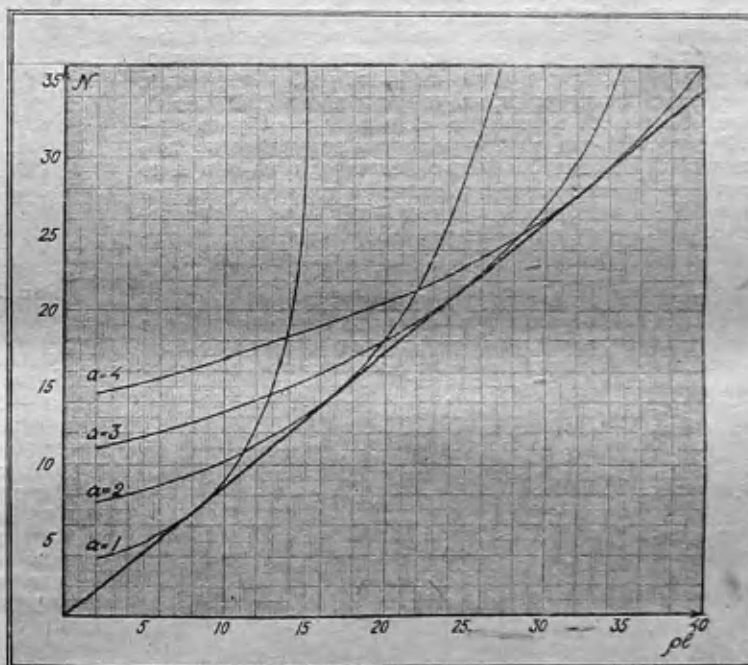

Рис. 1. График для расчета наимыгоднейшего числа элементов в батарее.
Для упрощения расчета, и, главное, для наглядности суждения о необходимом числе элементов, мы приводим график (рис. 1), где дается число элементов батареи N в зависимости от величины pI_1 , характеризующей, как сказано, элементы и приемник, при чем проведены кривые для различного числа параллельных групп (от $a=1$ до $a=4$). Имеющаяся на этом же графике прямая представляет собой минимальное число элементов N_{min} , вычисленное по формуле (6). При этом мы видим, что необходимое для данного pI_1 число элементов совпадает с минимальным